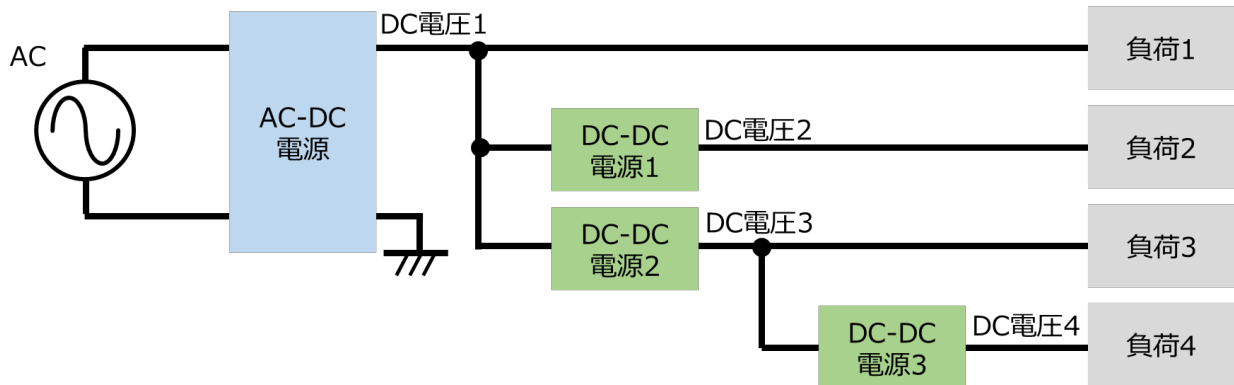

図 1.1 機器における電源ライン構成例
情報通信機器や家電を初め、殆どの電気機器の内部回路は直流 (DC) 電圧で動作しています。その為、交流 (AC) 電圧で供給される商用電力で内部回路を直接動作させることはできず、AC 電圧から DC 電圧に変換し内部回路に供給する必要があります。この交流電圧から直流電圧に変換する機器が AC-DC 電源です。機器内の各負荷の電源仕様によっては、AC-DC 電源より供給される DC 電圧をその仕様に応じた DC 電圧に更に変換する必要があります。このように DC 電圧から DC 電圧へ変換を行う機器が DC-DC 電源です。図 1.1 に、機器における電源ライン構成例を示します。負荷に応じて複数の電源ラインがあり AC-DC 電源の出力電圧や、それを DC-DC 電源を介して異なる DC 電圧で構成されています。